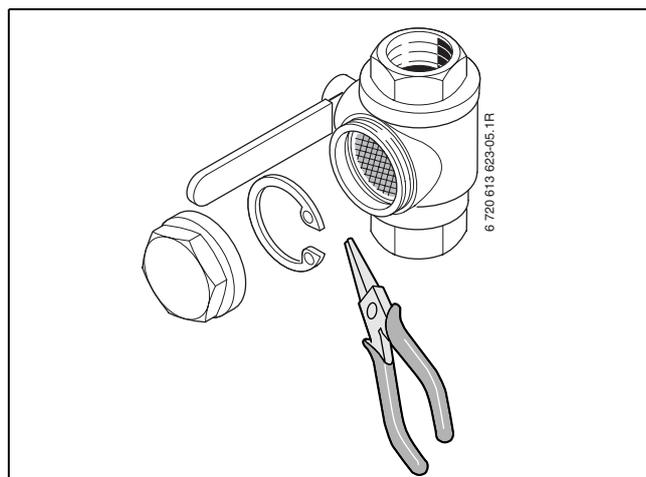

Bild 29
- ▶ Lossa låsringen som håller fast silen i ventilen. Använd den medföljande låsringstången (→ Bild 29).